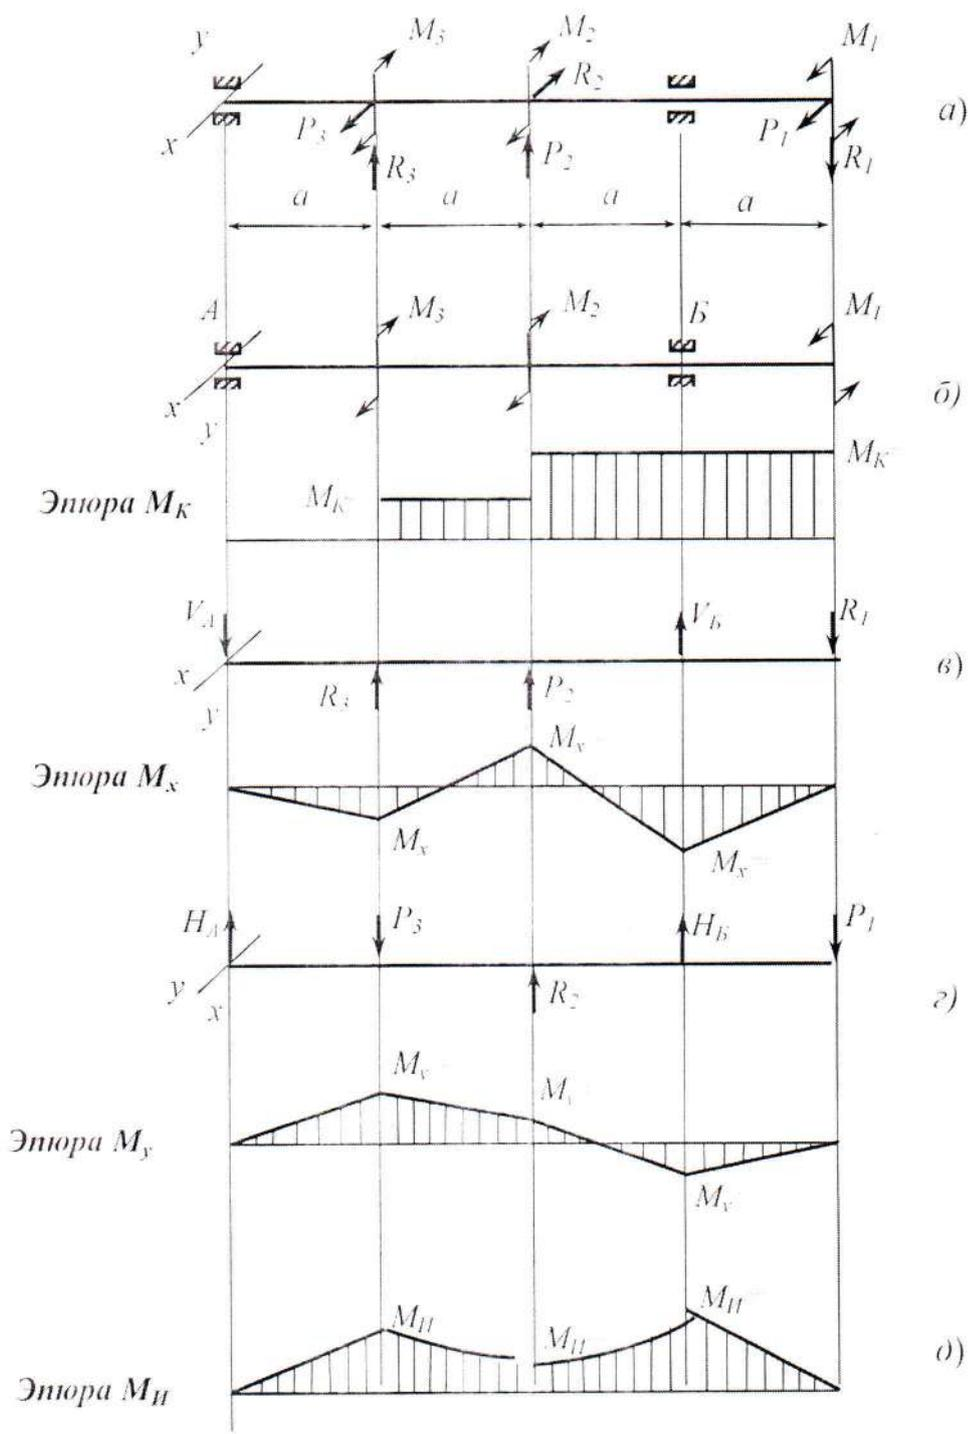

Рис.6
5. Начертить расчетную схему вала (рис. 6, а).
6. Начертить схему кручения вала и построить эпюру крутящих моментов (рис. 6, б).
7. Начертить схему изгиба вала в плоскости yoz и построить эпюру изгибающих моментов M_x (рис. 6, в).
9. Построить эпюру суммарных изгибающих моментов (рис. 6, д).